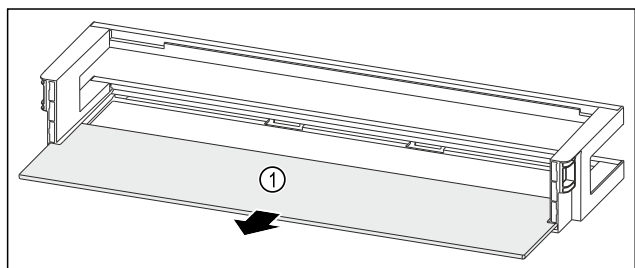

Fig. 199 Türabsteller mit Abstellfläche
- Abstellfläche Fig. 199 (1) entnehmen.